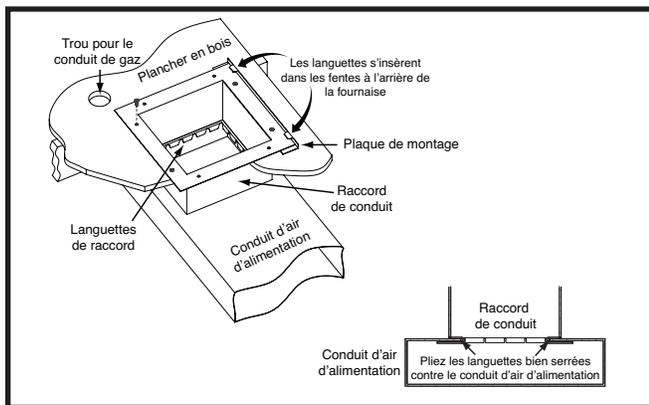

Figure 12. Raccord de conduit à languettes
- Marquez l'emplacement de l'ouverture du conduit d'alimentation en air en tirant un trait autour des languettes du raccord de conduit. Voyez la Figure 12 (page 17).
- Installez la plaque de montage (Figure 12) sous l'arrière du connecteur de conduit. Alignez les trous pour vis dans les deux composants.
- Pliez les languettes inférieures du raccord de conduit vers le haut et serrez-les le plus possible contre le conduit d'alimentation en air. Voyez la Figure 12.